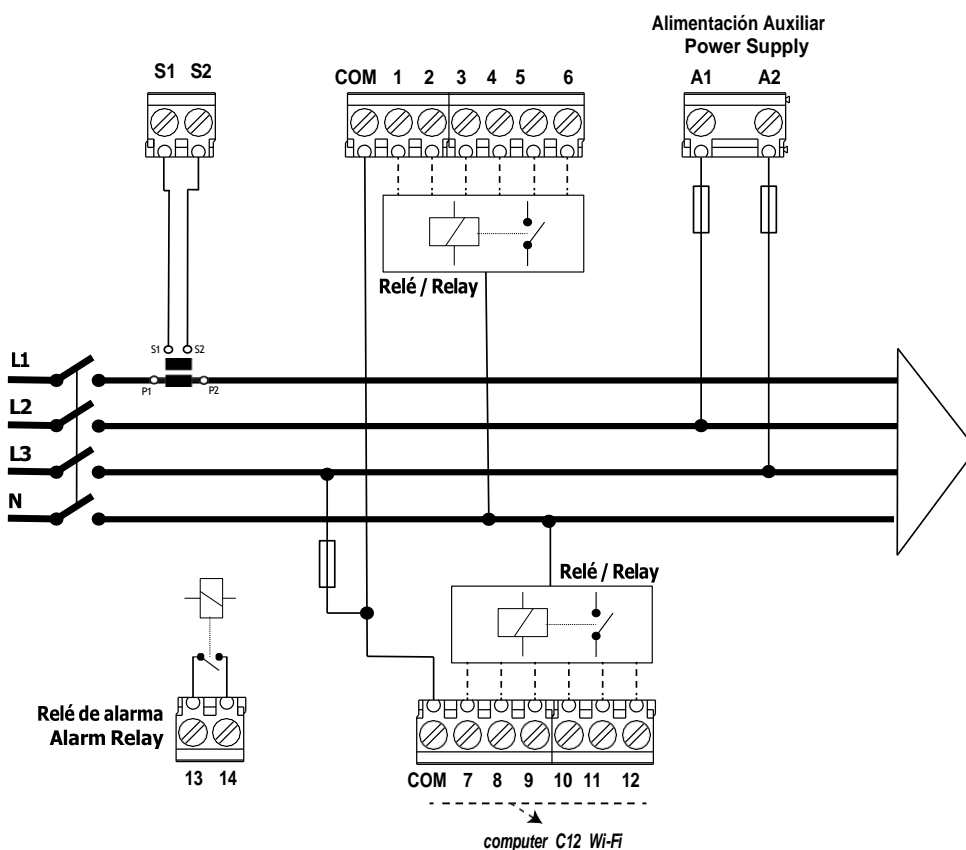

Figura 4: Esquema de conexionado PFR
El transformador de corriente (TC) debe colocarse preferentemente en la fase L1, mientras que las tomas de tensión se deben conectar a las fases L2 y L3 (ver **Figura 4**).